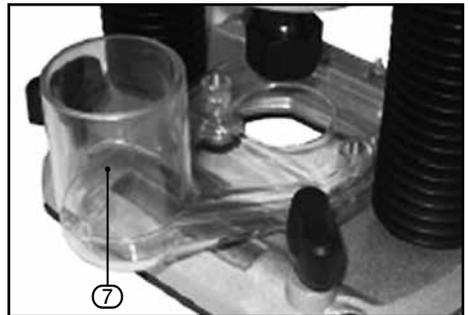

FIG.2
8.2 DUST EXTRACTION PORT ADAPTOR – FIG. 2